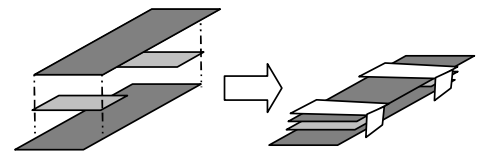

Figure 11
- a) Fabriquer le capteur en découpant de petites cales en papier, puis en attachant entre elles les deux lames au ruban adhésif (voir figure 1 et figure 11) .